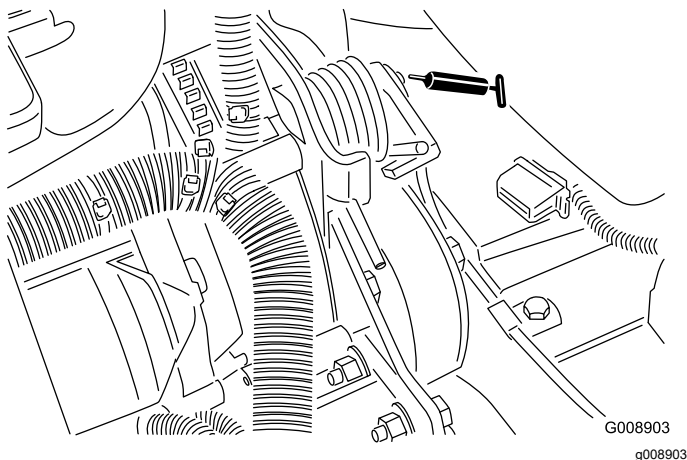

Bild 47
- Riemenspannungsdrehbüchse (Bild 47)